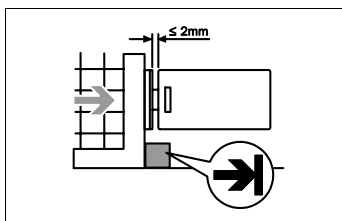

Fig. 2: montaggio
- Predisporre un ulteriore finecorsa per la parte mobile del dispositivo di protezione (vedere Fig. 2).